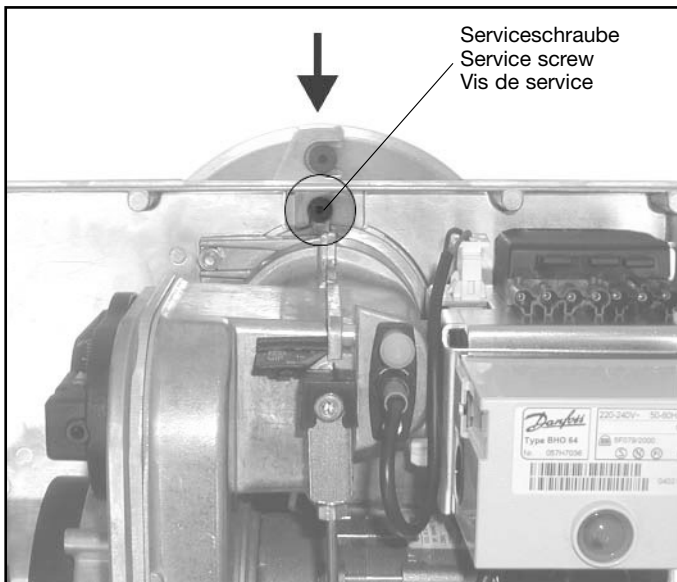

Abbildung 8 / Figure 8
- Serviceschraube lösen (siehe Abb. 8) und den Flansch mit Brennerrohr abnehmen.
Die Service-Schraube mit Innensechskant-Schlüssel 4 mm mit einer 1/2 Umdrehung lösen (siehe Abb. 8), den Brenner nach links verdrehen und aus dem Brennerrohr herausziehen. Anschließend in Serviceposition einhängen.
- Service screw loosen (see fig. 8) and the flange with the burner pipe to take off.
Loosen the service screw by 1/2 turn using a 4 mm hexagon socket wrench (see fig. 8). Turn the burner to the left and remove it from the burner pipe. After that, replace it in the service position.